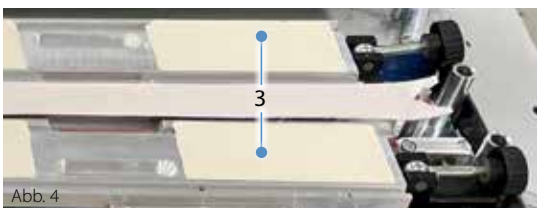

Abb. 4
- **Bei CD-Bändern:** Bekleben Sie die CD-Inlays über die volle Länge und Breite. Sparen Sie dabei den Bereich der CD-Kavitäten aus (3), sodass die CD-Profile uneingeschränkt eingelegt werden können. (Abb. 4)